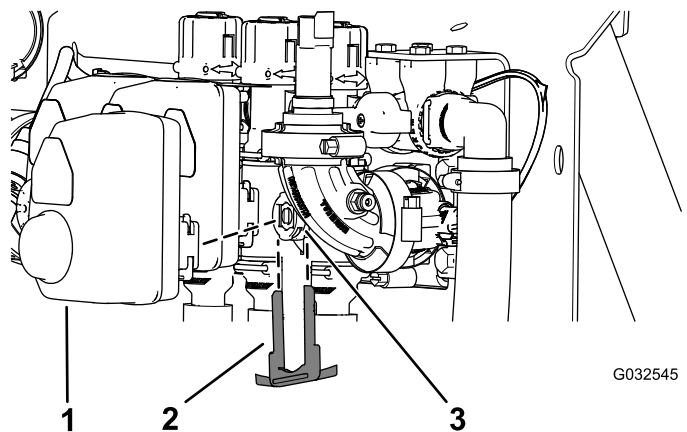

Figure 112
2. Retirez l'étrier qui fixe l'actionneur à la vanne de section de rampe ou la vanne d'agitation sur le collecteur (Figure 112).